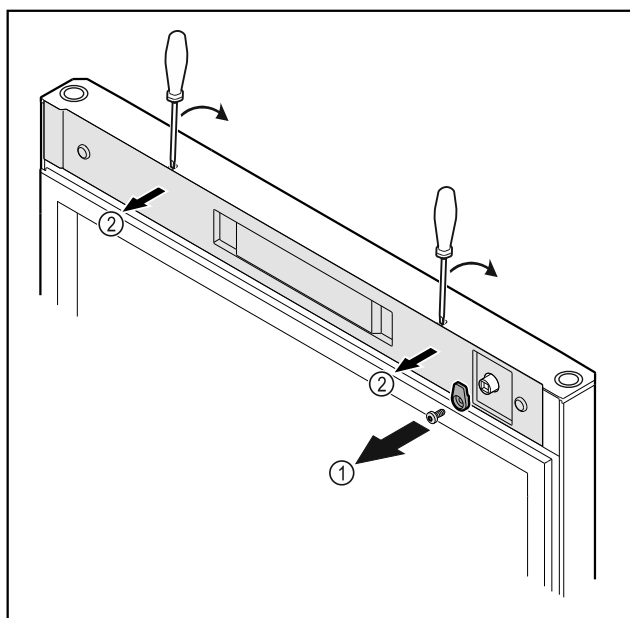

Fig. 53
- Skru låsekroen Fig. 53 (1) af.
- Klik afdækningen Fig. 53 (2) ud med en lille skruetrækker, og tag den af.